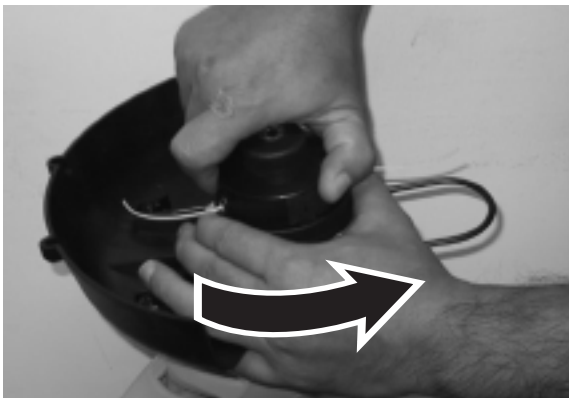

Fig. 18
2. Demontez l'ensemble bobine du coupe-herbe. Pour ce faire, tenez la partie extérieure cannelée de l'ensemble d'une main, puis poussez vers le bas et faites tourner la tête de bobine de l'autre main pour la déverrouiller. (Fig. 18 & Fig. 19) Le support de bobine et la bobine devraient maintenant se démonter facilement.